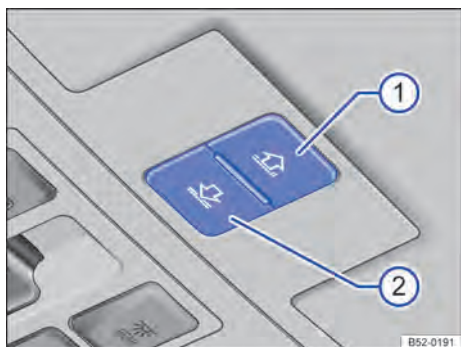

Fig. 55 No revestimento do teto: botões para a cortina de proteção solar.
Função	Ação → Fig. 55
- *Cortina de proteção solar*: dentro de aproximadamente 5 segundos após a liberação do limitador de força, pressionar o botão → Fig. 55 Ⓛ o tempo necessário até que a cortina de proteção solar esteja completamente fechada.